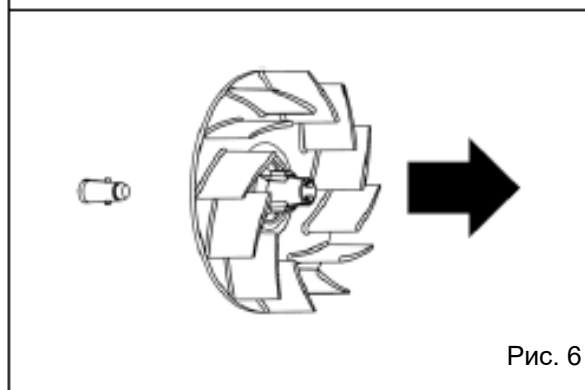

Рис. 6
7. Снимите вентилятор (Рис. 6).